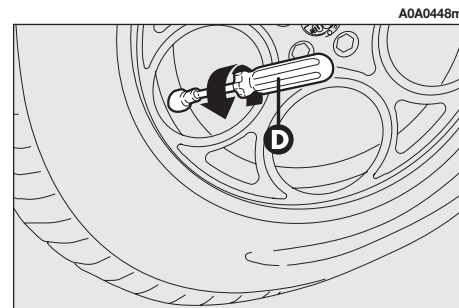

fig. 16
– Dévisser le capuchon de la valve du pneu et enlever l'élément interne de la valve à l'aide de l'outil (**D-fig. 16**), en ayant soin de ne pas l'appuyer dans un endroit pous-sièreux.